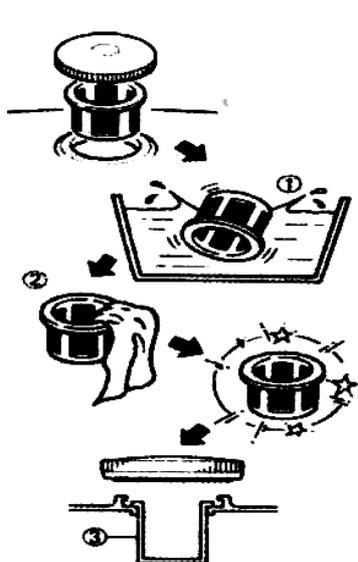

Рисунок 2.22 – Последовательность очистки фильтра бензобака
1. Открутите крышку бензобака и снимите сетчатый пластмассовый фильтр (1) бензобака, расположенный под крышкой бензобака (рис. 2.22).
2. Промойте фильтр (1) растворителем и установите на место (3).